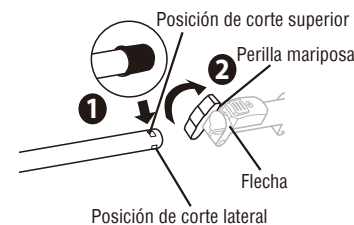

Fig.2A
1. Retire la tapa de protección del tubo antes de la instalación. (Fig.2A, 1)
2. Afloje la perilla mariposa. (Fig.2A, 2)